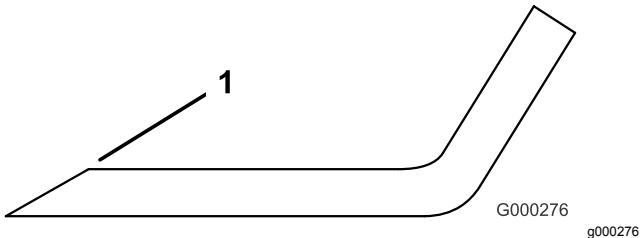

Figura 143
4. Afie as extremidades de corte se estas apresentarem sinais de desgaste ou ranhuras (Figura 143).